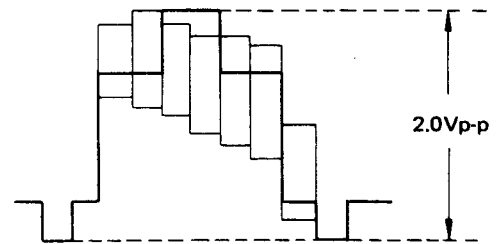

Abbildung 99
2. Dem Gerät ein Farbbalkensignal zuleiten. Den Ausgang des TP-403 auf dem Oszilloskop (Internal Trigger) beobachten, und den R209 (EE-Pegelregler) so einstellen, daß die Wellenform die gezeigte Form erlangt. (Abb. 99)